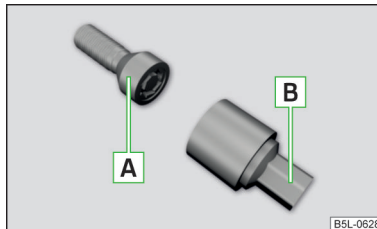

Fig. 262
Los tornillos de rueda antirrobo protegen a las ruedas contra robos. Se pueden **soltar/apretar** solamente con el suplemento **B** » fig. 262.
- Introduzca la llave de rueda hasta el tope sobre el tornillo de rueda. Usar el suplemento para los tornillos de la rueda antirrobo correspondientes » fig. 262 de la pág. 231.